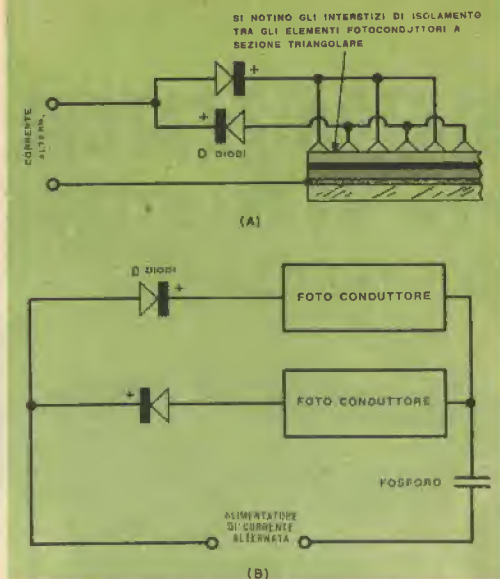

Fig. 4 - Metodo per alimentare il fotoconduttore a corrente continua e lo strato al fosforo a corrente alternata (A).
La fig. 4 illustra un metodo che è stato adottato con successo per superare l'ostacolo. L'esperienza ha dimostrato che con esso si ottiene una luminosità più di 100 volte maggiore.
In fig. 4 (A) si può notare che esistono due sistemi di elementi fotoconduttori a sezione